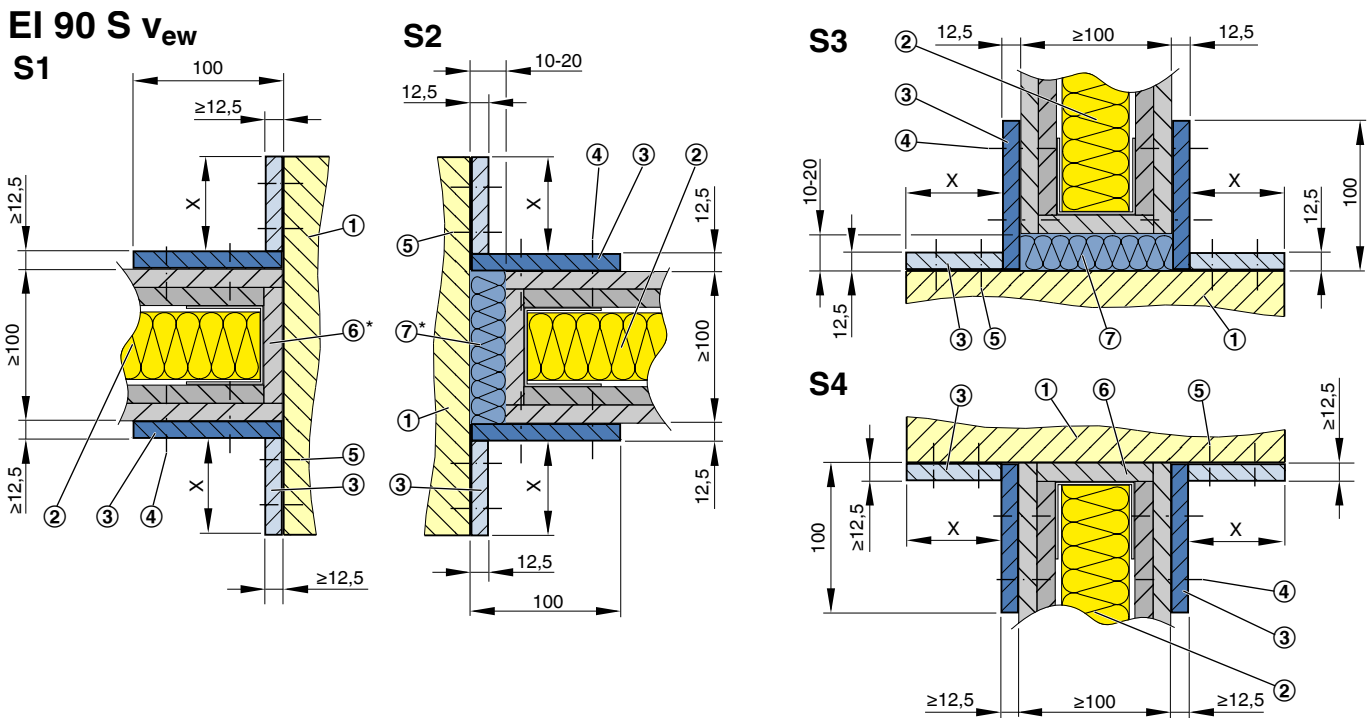
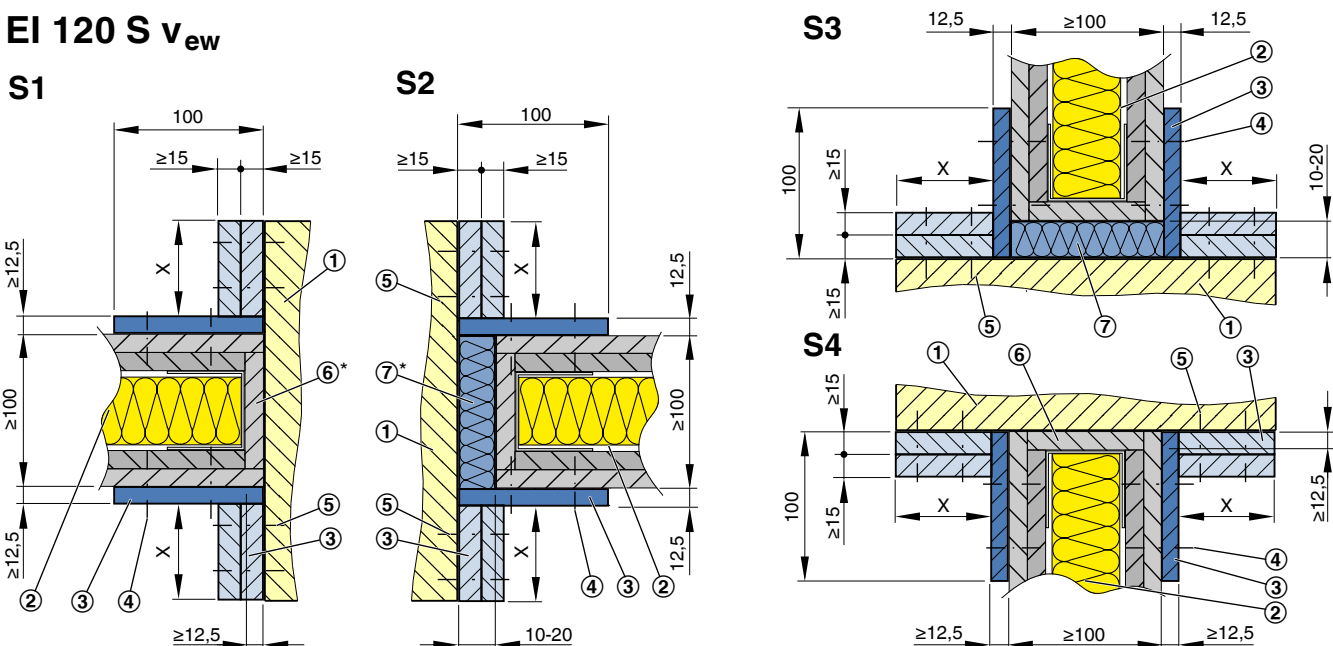

Fig. 38 : Détails EK-JZ Montage à sec sans mortier dans un mur plein, une paroi à gaine pleine EI 90 S
Fig. 39 : Détails EK-JZ Montage à sec sans mortier dans un mur plein, une paroi à gaine pleine EI 120 S, légende ↺ Fig. 38
Profilé en V ↪ Fig. 38 , Fig. 39
- EI 90 S_{veW} : profilés en V des deux côtés du mur, 1 bande $\geq 12,5$ mm, ↳ Fig. 38
- EI 120 S_{veW} : profilés en V des deux côtés du mur, 2 bande ≥ 15 mm, ↳ Fig. 39
- Les cavités sont remplies de laine minérale ou de laine de roche (7).